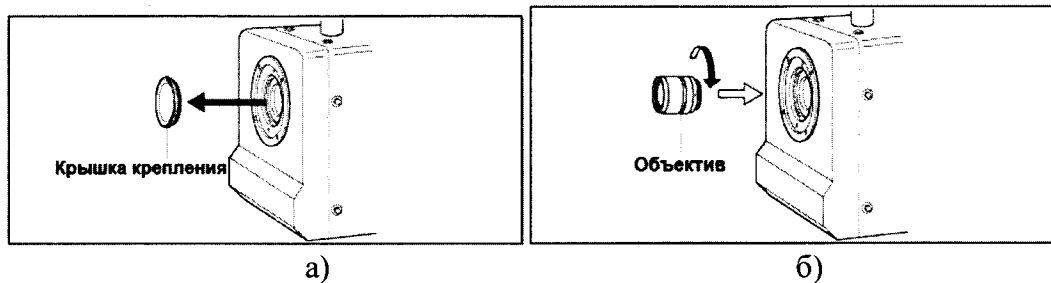
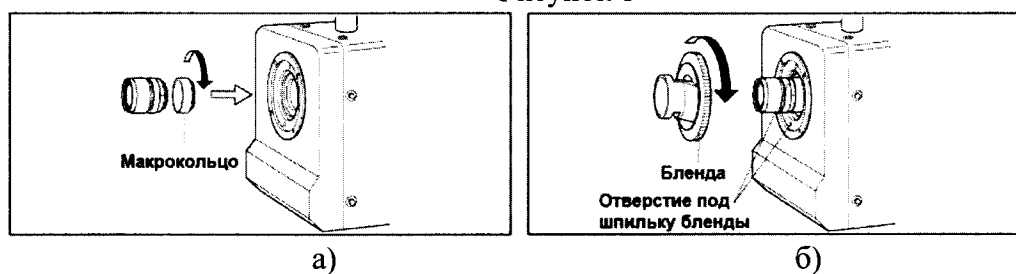

Рисунок 1
Рисунок 2
7.4.1 Снять крышку-заглушку с места крепления объектива на корпусе прибора (рисунок 1, а). Взять стандартный объектив, входящий в комплектацию приборов, руками за края и вставьте его в оправу, вращая по часовой стрелке до полной фиксации (рисунок 1, б). При использовании макрокольца вставьте его между объективом и оправой объектива (рисунок 2, а).
Выровняйте две шпильки бленды с двумя отверстиями в корпусе. Затем вставьте бленду так, чтобы она покрывала объектив. После этого закрутите бленду объектива по часовой стрелке до полной фиксации (рисунок 2, б). Идентификационные номера объектива и тела прибора должны совпадать.